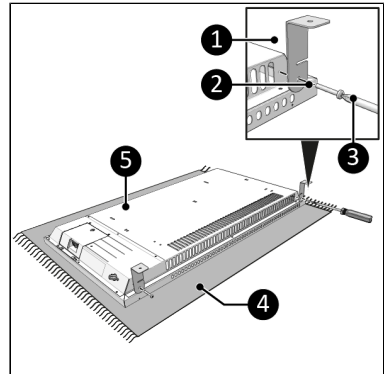

Abbildung 45.
7. Legen Sie das Gerät auf eine stabile weiße Oberfläche (Abbildung 45, Pos. 4).
8. Schrauben Sie zwei Halterungen (Abbildung 45, pos. 1) auf beiden Seiten des Hauptkörpers (Abbildung 45, pos. 5) mit einer kleinen Schraube (Abbildung 45, pos. 2) mit einem Kreuzschlitzschraubendreher (Abbildung 45, pos. 3) fest.